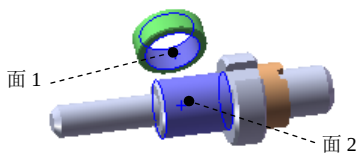

图 4.4.9 选取配合面
Step1. 定义第一个装配配合。在“配合”窗口的“标准配合”区域中单击“同轴心”按钮；分别选取图 4.4.9 所示的面 1 与面 2 为配合面，系统弹出快捷工具条；在快捷工